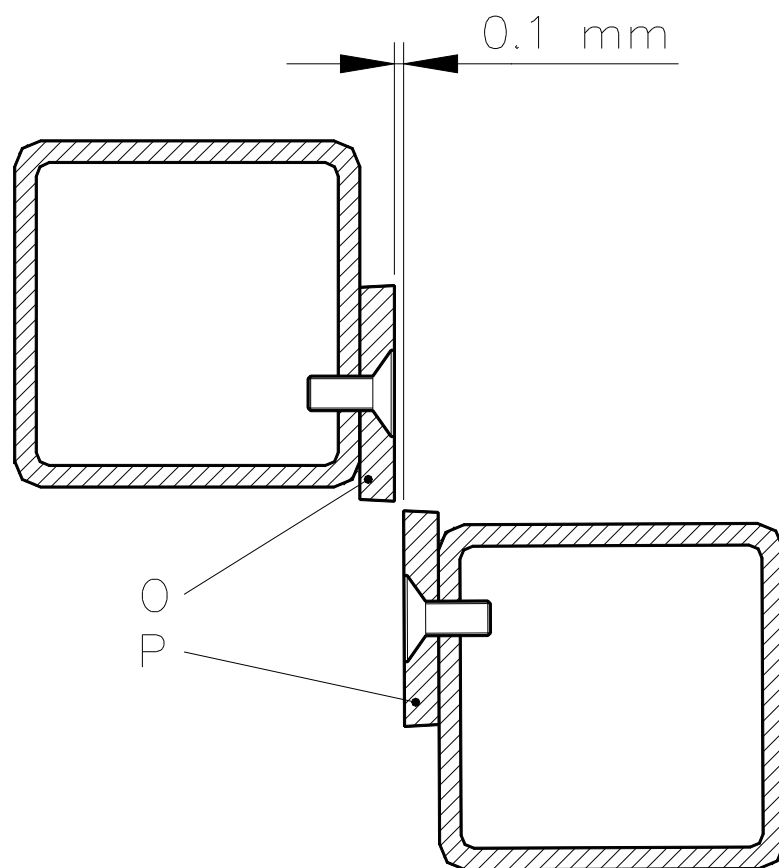

fig.: 2.3 Overkniv (O), underkniv (P)
Nu kan overkniven justeres i forhold til underkniven således, at der er en knivspalte på ca. 0,1 mm (se fig. 2.3). Dette kan kontrolleres ved at lave et klip uden emneplade. Derved kan det kontrolleres, at overkniven har en knivspalte på det rigtige mål. Derefter justeres forstærkningen (M) på knivvangen, således at der er den samme knivspalte på midten som i siderne. Nu kan møtrikkerne efterspændes og beskyttelsepladen (F) påmonteres igen.